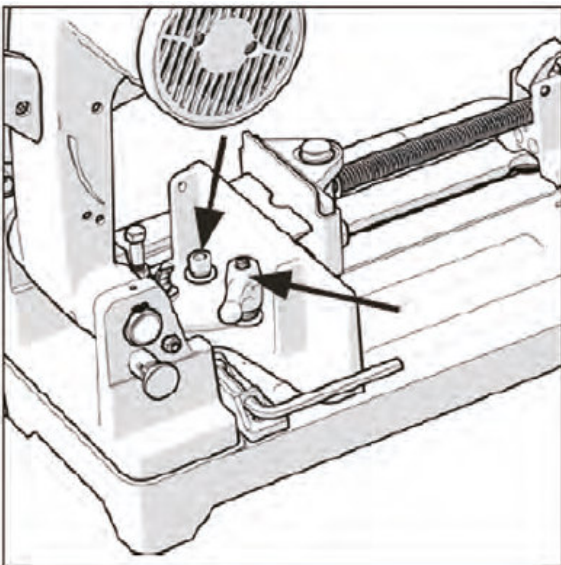

Abb. 6-2: Einstellen des Schnittwinkels
- Lösen Sie die M10-Schraube und den Hebel (siehe Abb. 6-2).